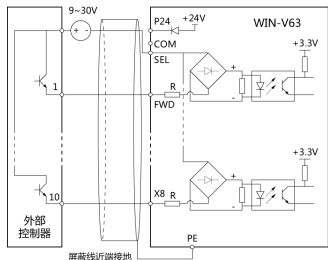

图 3-26 使用外部电源时输入信号漏极连接方式
④使用外部电源的漏极连接方式，如图 3-26 所示（注意去除 SEL 与 P24 端子间的连接线）